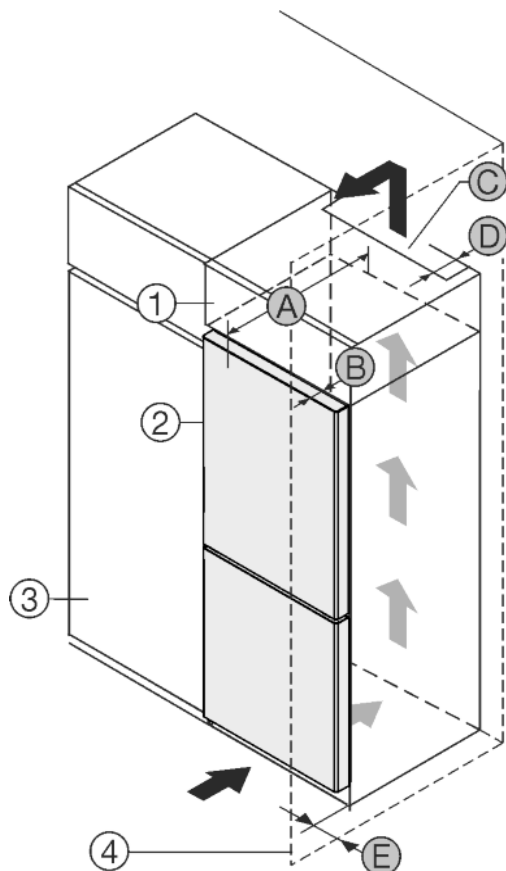

Fig. 1
- (1) Aufsatzschrank*
- (2) Gerät*
- (3) Küchenschrank*
- (4) Wand*
- (A) Gerätetiefe*
- (B) Türtiefe*
- (C) Belüftungsquerschnitt*
- (D) Abstand Geräterückseite*
- (E) Abstand zur Geräteseite*
Gerät direkt neben dem Küchenschrank Fig. 1 (3) aufstellen.*
Gerät mit Abstand von 5 cm zwischen Gerät und Küchenschrank Fig. 1 (3) aufstellen.*
An der Rückseite des Aufsatzschrankes muss ein Abluftschacht mit der Tiefe Fig. 1 (D) über die gesamte Aufsatzschrankbreite vorhanden sein.*
Unter der Raumdecke muss der Entlüftungsquerschnitt Fig. 1 (C) eingehalten werden.*
Wenn das Gerät mit den Scharnieren neben einer Wand Fig. 1 (4) aufgestellt wird, muss der Abstand zwischen Gerät und Wand mindestens 40mm betragen. Dies entspricht dem Griffüberstand bei geöffneter Tür.*
Um die Türe vollständig öffnen zu können, muss Gerät um die Türtiefe Fig. 1 (B) gegenüber der Küchenschrankfront vorstehen. Abhängig von der Tiefe der Küchenschränke Fig. 1 (3) und Verwendung von Wandabstandshaltern kann das Gerät weiter herausragen.*
Um die Türe vollständig öffnen zu können, muss Gerät um die Türtiefe (B) gegenüber der Küchenschrankfront vorstehen. Abhängig von der Tiefe der Küchenschränke Fig. 1 (3) und Verwendung von Wandabstandshaltern kann das Gerät weiter herausragen.*